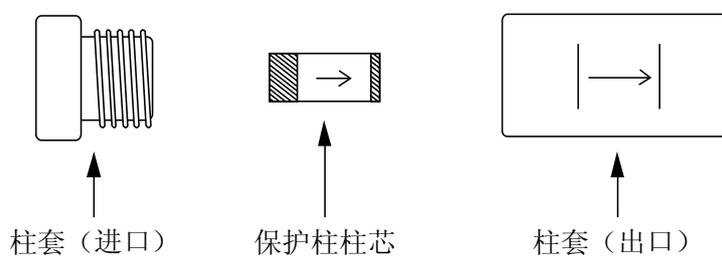

图 2 色谱柱部件
- (1) 确认柱标牌上的产品名称正确无误。
- (2) 每根色谱柱都配有一个连接螺母用于连接 1/16 英寸的毛细管管路。连接螺母以美国标准的压缩接头和金属环方式设计的。
- (3) 根据图 2 中色谱柱柱牌上的或蚀刻的箭头方向确认色谱柱的进液方向。仅可从进口侧向色谱柱中注入溶剂。只有按色谱柱上标示的进液方向进行进液时，才能获得色谱柱的最佳分辨率。
- (4) 请使用流动相清除管路中的所有空气，这有助于防止空气进入色谱柱。管路中的空气会对柱效造成严重影响。
- (5) 请先将溶剂的流速设置为实际流速的一半。确认系统中的溶剂可以顺畅地从管路末端流出。
- (6) 从色谱柱上取下保护塞，将进样器前面的管路连接到色谱柱的进口。请将管路完全插入压缩接头后再拧紧，确保将死体积降到最小。请务必将设备中的死体积降到最小。
- (7) 溶剂从色谱柱的出口侧流出后，请将色谱柱连接到检测器。
- (8) 以最终流速一半以下的流速注入溶剂，避免色谱柱受到突然的压力变化。
- (9) 色谱柱对压降的脉动式变化非常敏感。请使用没有脉冲的泵。
- (10) 使用前，请向色谱柱注入至少 10 倍柱体积的溶剂平衡色谱柱。
- (11) 产品名称没有标注在保护柱柱芯 (2.0 mm (I.D.) × 1 cm (L)) 上。请确认包装盒上的产品名称。柱身上有标记线。(TSKgel guardgel Amide-80 3 μm: 4 条线, TSKgel guardgel Amide-80 5 μm: 5 条线)
- (12) 用于连接 TSKgel Amide-80 5 μm 半微型色谱柱 (1.0 mm (I.D.)) 的部件如表 1 所示。